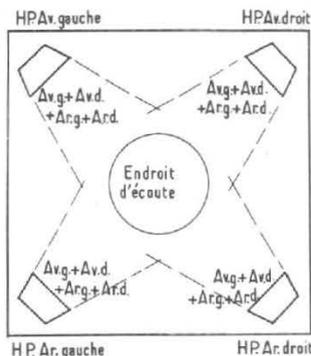

Fig. 2.
1) Mono : lorsque le bouton MODE est sur la position MONO, les signaux des entrées choisies sont mélangés, les enceintes sont alors alimentées comme indiqué à la figure 2.